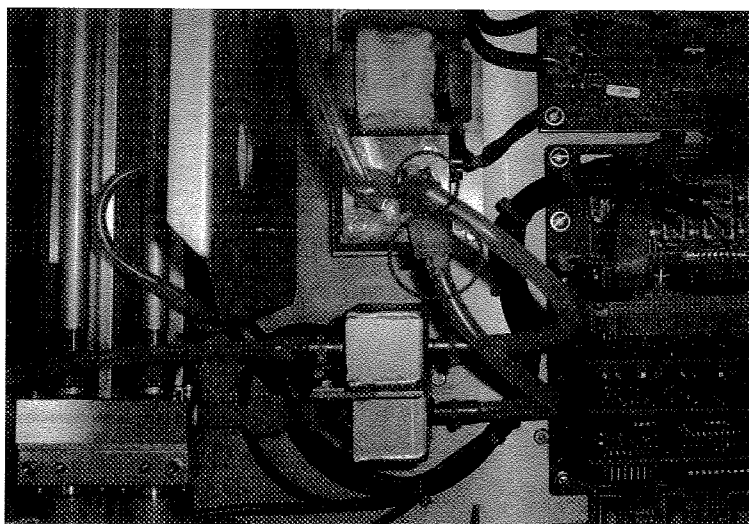

图 1-5 毛细管座
③对准光亮处,查看两个光池内壁是否附着有污染物(如灰尘等)。若有,则用手按住光池两端用少量蒸馏水(或去离子水)和无水乙醇反复荡洗光池。若污染物附着的比较牢固,可用小块脱脂棉球塞入光池(不能很紧),并注入少量无水乙醇使其湿润,再用力将其吹出另一端。最后用少量无水乙醇冲洗,甩干(晾干)。
④检查光池两端的 O 形密封圈,如果 O 形圈被割裂、磨损或老化,应及时更换。
⑤安装两光池。先将两个光池轻轻放在安装位置,逐渐旋进固定螺丝,其松紧程度为:恰好使两个光池同时刚好轻轻抵住光池两端的卡座,用手前后不能晃动。确认两个光池固定螺丝的松紧程度一致且符合要求后,同时紧固两光池的固定螺丝 $1/2$ 圈 $\sim 3/4$ 圈。重新把仪器盖盖上,即可。
⑥清洁光池的操作中注意不要污染光池的两端和 O 形密封圈,应该带一次性的塑料薄膜手套进行操作。
①将仪器电源断开,把电源插头拔掉,取下仪器盖,注意采取防静电措施。
②找到毛细管座(图 1-5 中红色圆圈指示处),拆掉盖帽。取出玻璃毛细管和 O 形圈。